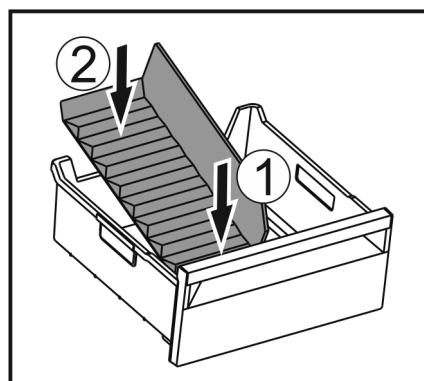

Fig. 114
- ▶ Installer la partie avant du séparateur de congélateur. Fig. 114 (1)
- ▶ Abaisser la partie arrière du séparateur de congélateur jusqu'au fond du tiroir. Fig. 114 (2)